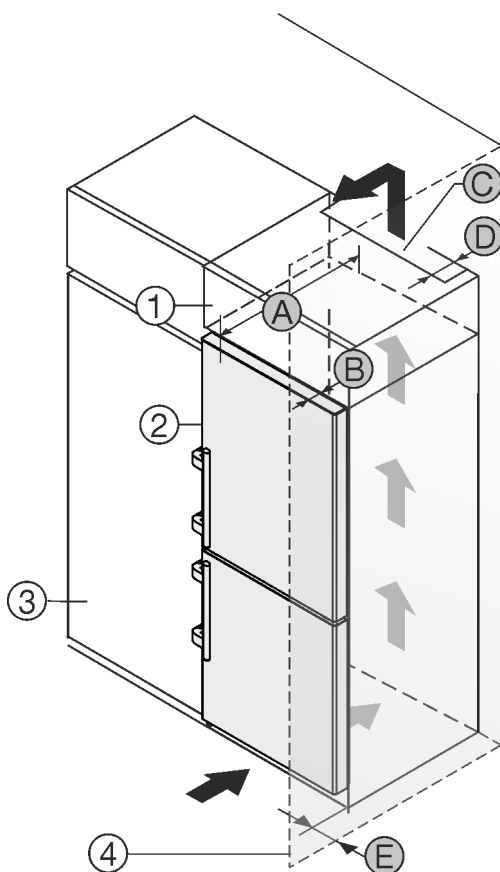

Fig. 2
Přístroj nainstalujte přímo vedle kuchyňské skříňky *Fig. 2 (3)*.*
Na zadní straně nástavné skříňky musí být větrací šachta hluboká *Fig. 2 (D)* přes celou šířku nástavné skříňky.*
Pod stropem místnosti musí být dodržen větrací průřez *Fig. 2 (C)*.*
Když se přístroj instaluje závěsy vedle stěny *Fig. 2 (4)*, musí být vzdálenost mezi přístrojem a stěnou minimálně 57 mm. To odpovídá přesahu madla při otevřených dvířkách.*
Aby bylo možné dvířka plně otevřít, musí přístroj přesahovat o hloubku dvírek *Fig. 2 (B)* vůči přední linii kuchyňské skříňky. V závislosti na hloubce kuchyňských skříněk *Fig. 2 (3)* a použití vymezovačů odstupů od stěny může přístroj vyčnívat dále.*